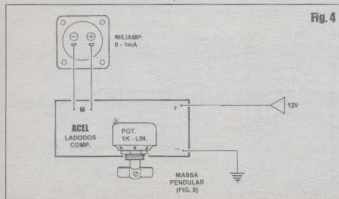

Fig. 4
- FIG. 4 - CONEXÕES EXTERNAS À PLACA - O impresso continua visto pela sua face não cobreada (como na figura
Montei o circuitinho da STROBO POTENTE E BARATA (APE 71), alimentando-o com 9 volts (conforme diagrama da FIG. 4 - pág. 18 - APE 71), a partir de um suporte com 6 pilhas pequenas (RX no valor de 100R, como recomendava...). O funcionamento foi perfeito, com a SPOB controlando nada menos que 10 lâmpadas de 60W, em 220V (usei o integrado MO3020...). Entretanto, na utilização que estou dando (iluminação de fachada de loja, com funcionamento prolongado...) as pilhas precisam ser substituídas a intervalos relativamente curtos... Não tanto pela despesa (que não é tão grande assim...) porém mais pelo incômodo de periodicamente ter que trocar as pilhas - quando o circuito pára de piscar - queria saber se não há uma maneira prática, simples, de alimentar o circuito diretamente da C.A. Sei que é possível - por exemplo - alimentar a SPOB a partir de uma fontezinha comum, dessas tipo eliminador de pilhas, porém acho até um exagero, devido ao baixíssimo consumo do circuitinho... Será possível usar um arranjo de fonte ligada à C.A., tipo sem trafo, conforme tenho visto em algumas das montagens já publicadas em APE...? Eu queria mesmo (se possível...) um arranjo que pudesse ser instalado, ligado e... esquecido, com mínima possibilidade de problemas (o dono da loja ou o conjunto está instalado é um absoluto leigo em questões de eletricidade e eletrônica - tem medo até de trocar simples pilhas, e em frequentemente sou chamado para fazer a substituição/manutenção, quando as lâmpadas param de piscar...)